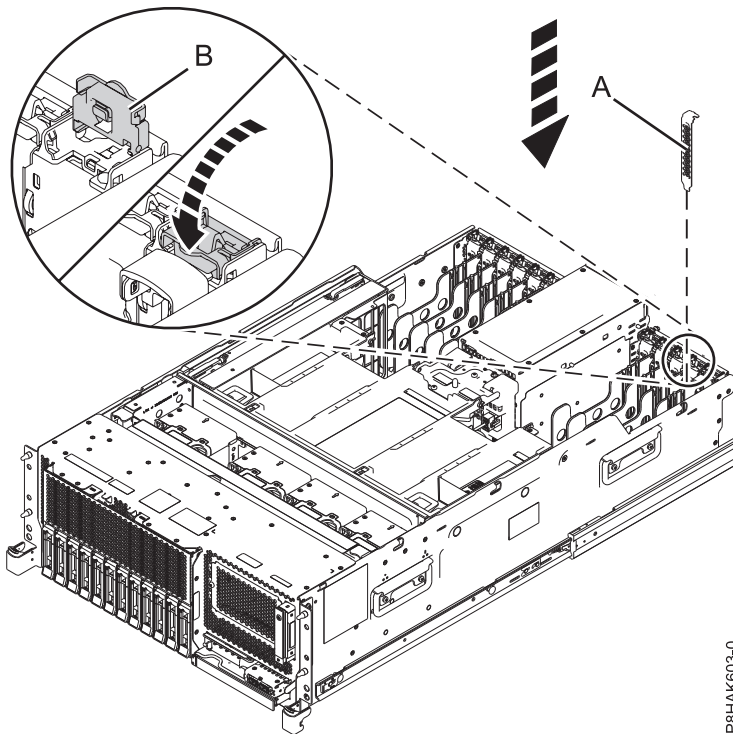
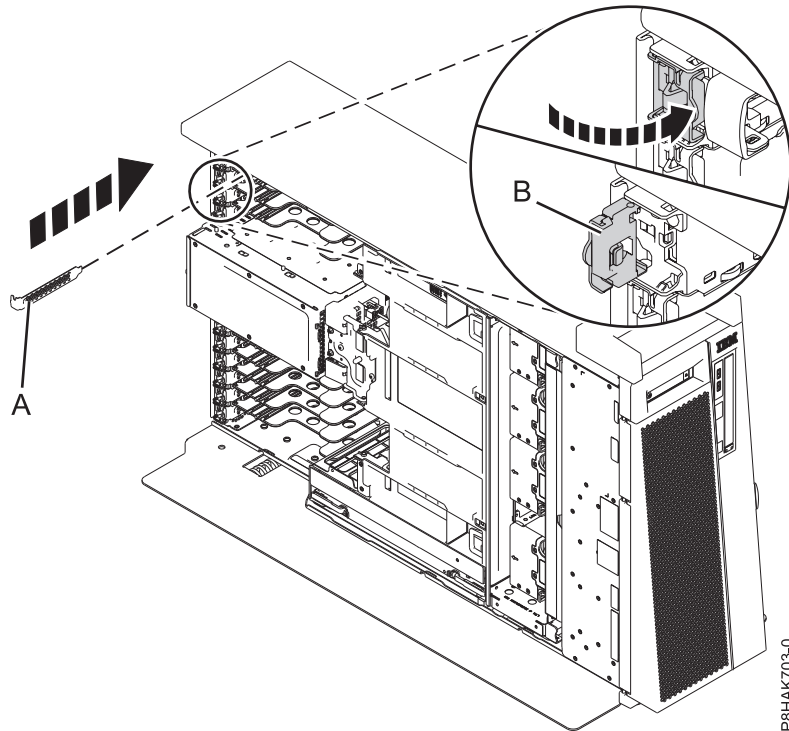

Figure 52. Installation d'un obturateur dans un emplacement de carte PCIe sur un système monté en armoire
Figure 53. Installation d'un obturateur dans un emplacement de carte PCIe sur un système 8286-41A autonome
- a. Saisissez avec précaution la contre-poupée de l'obturateur et alignez l'obturateur avec l'emplacement et son connecteur sur le fond de panier du système, comme illustré dans la figure 52 et figure 53, à la page 57.